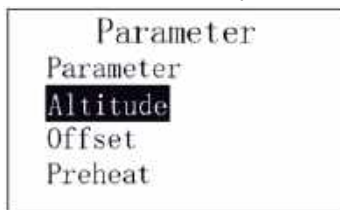

Рис. 34 – Внешний вид ЖК-дисплея настроек параметров для стерилизаторов паровых «Armed» DGT-8B, DGT-12B, DGT-18B
1) В стерилизаторах паровых «Armed» DGT-8B, DGT-12B, DGT-18B для установки компенсаторных настроек давления и температуры нажмите кнопку «Return» / . На ЖК-дисплее появится следующая информация (рис. 34).